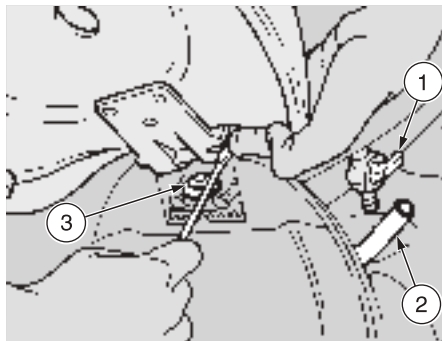

Fig. 36
- ◆ Coloque en "OFF" la palanca del grifo combustible (1-Fig. 36).
- ◆ Desconecte el tubo combustible (2-Fig. 36) del grifo.
- ◆ Levante el sillín, véase pág.19 (VANO PORTACASCO/PORTADOCUMENTOS) y actúe sobre el perno con muelle mediante un destornillador (Fig. 36).
Al quitar el sillín, afloje con un dedo la salida del perno y del muelle (véase Fig. 36)
- ◆ Destornille y quite el tornillo (3-Fig. 36) con la relativa arandela.